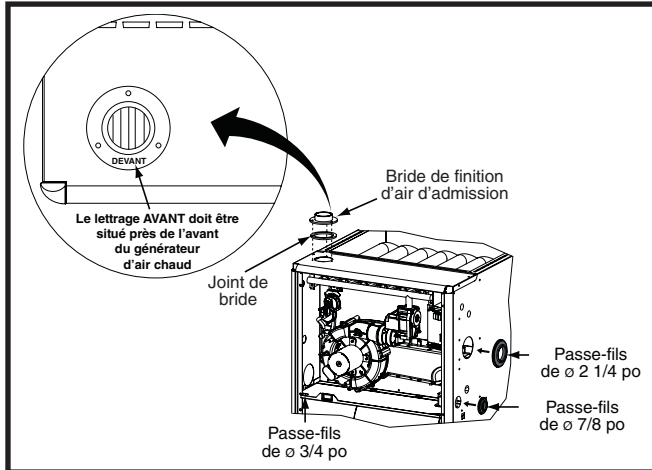
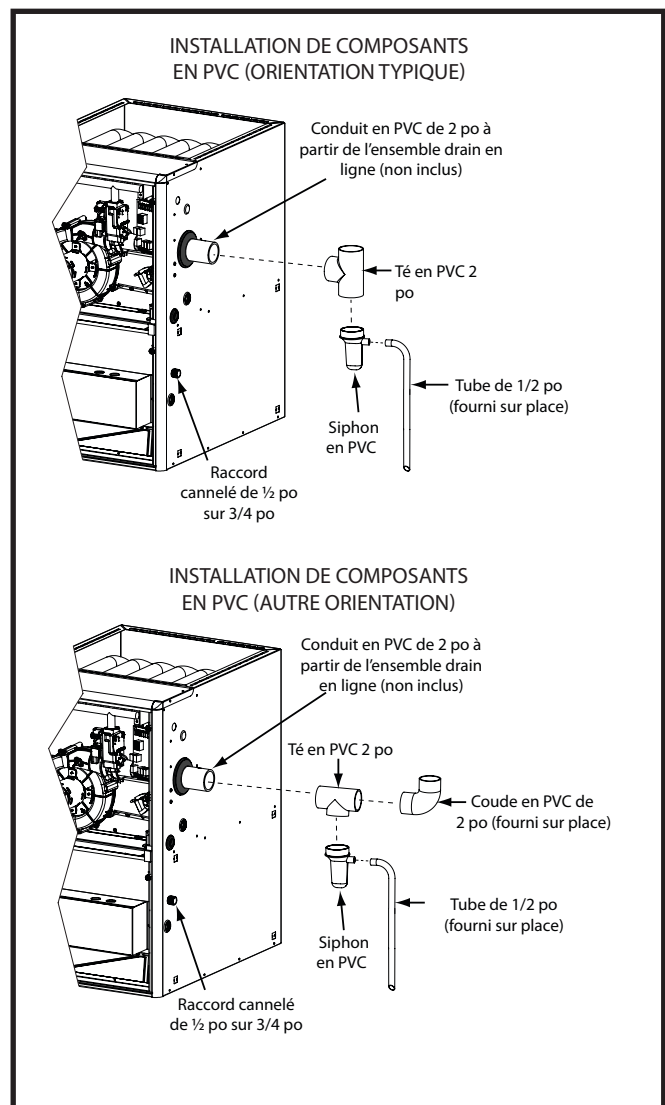

Figure 14. Bride de finition et passe-fils en caoutchouc
Figure 15. Composants en PVC
Les composants illustrés à la Figure 14 \(page 18\) et à la Figure 15 \(page 18\) sont inclus dans le sac de pièces supplémentaires fourni avec les générateurs d'air chaud *TE/*TN. Selon le type d'installation, certains de ces composants sont facultatifs et peuvent ne pas être utilisés. Veuillez vous reporter aux descriptions et aux figures d'accompagnement pour installer ces éléments.
2. Placer la bride de finition sur le dessus du joint d'étanchéité de bride. **REMARQUE :** S'assurer que la bride est bien orientée de façon à ce que le lettrage AVANT soit situé à proximité de l'avant du générateur d'air chaud, comme indiqué à la Figure 14.
Le passe-fils en caoutchouc de 2 1/4 po est utilisé pour assurer l'étanchéité de l'ouverture entre l'armoire du générateur d'air chaud et le conduit d'évent en PVC de 2 po. Il faut installer le passe-fils en caoutchouc dans le trou de 3 po avant de sortir le conduit d'évent de l'armoire. Aucun produit d'étanchéité n'est requis. Consulter la Figure 14.
- Le conduit en PVC de 2 po illustré à la Figure 15 n'est pas fourni dans le sac de pièces supplémentaires.
Le té et le siphon en PVC de 2 po sont utilisés lorsque l'inducteur est orienté pour faire sortir l'évent du côté gauche ou du côté droit de l'armoire du générateur d'air chaud. Consulter la Figure 15.
1. Installer le té en PVC à la verticale sur le conduit d'évent de 2 po qui sort par le côté de l'armoire. Coller les deux éléments ensemble de façon permanente au moyen de l'apprêt et de la colle appropriés. Se reporter à l'orientation typique illustrée à la Figure 15.
1. Installer le té en PVC à l'horizontale sur le conduit d'évent de 2 po qui sort par le côté de l'armoire. Coller les deux éléments ensemble de façon permanente au moyen de l'apprêt et de la colle appropriés. Se reporter à l'autre orientation illustrée à la Figure 15.